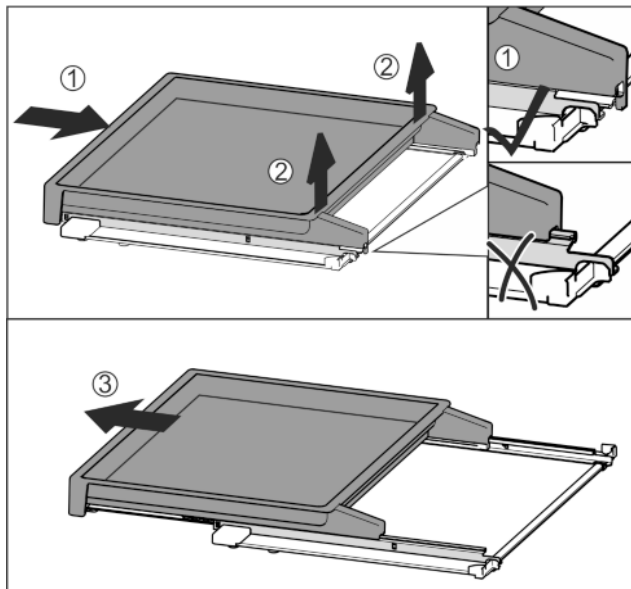

Fig. 38
- ▶ Wsunąć całkowicie wysuwaną półkę Fig. 38 (1).
- ▶ Zwolnić zatrzask po tylnej stronie Fig. 38 (2).
- ▶ Wyjąć wysuwaną półkę do przodu Fig. 38 (3).